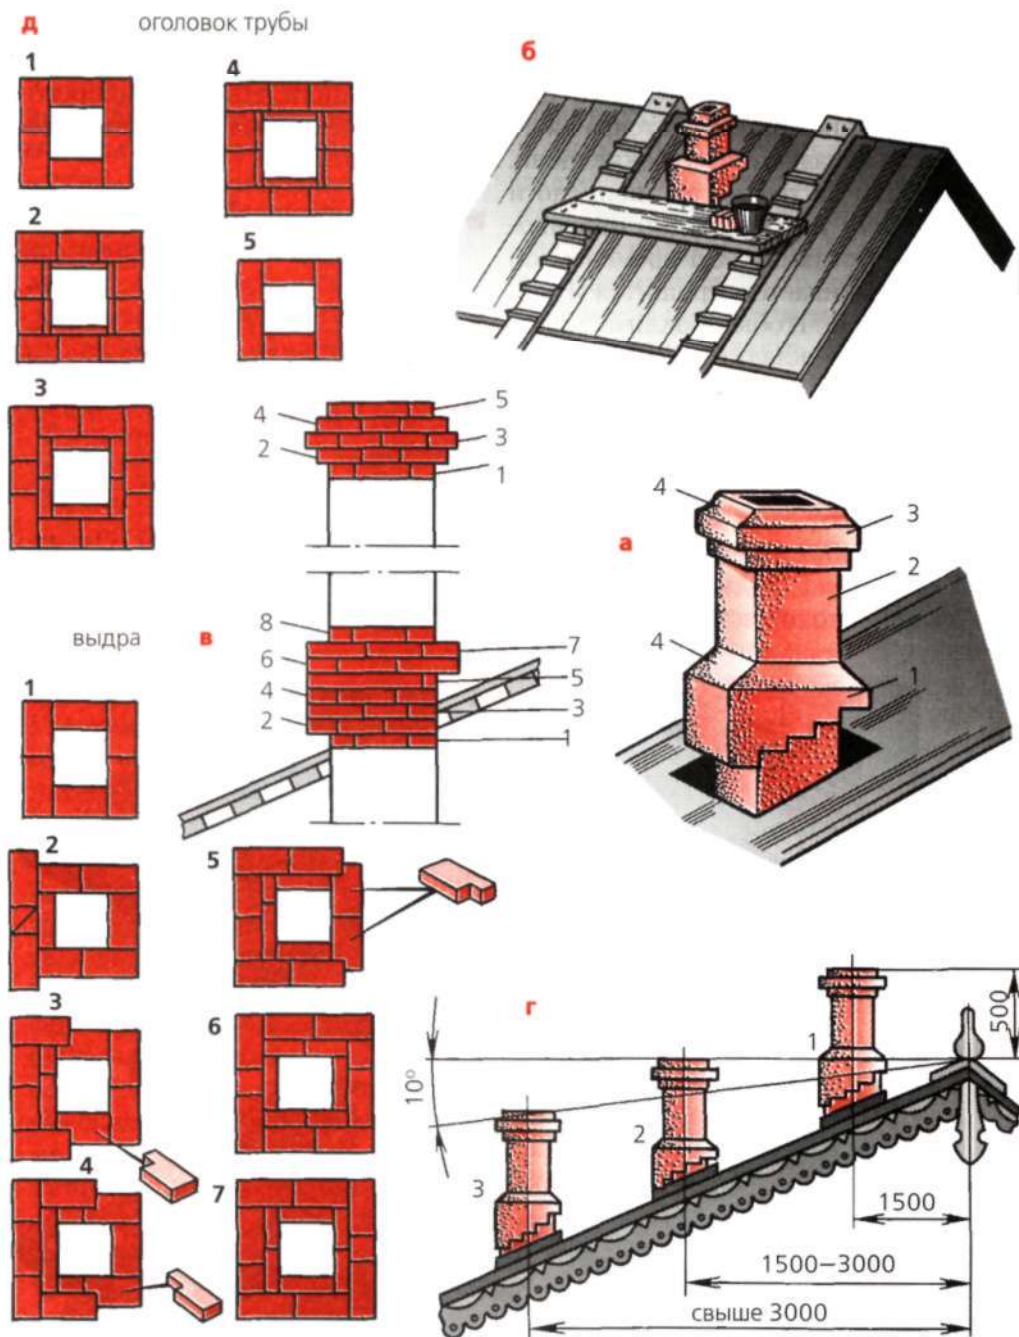

Рис. 30
От крыши до оголовка. С чердака печеклад перебирается на крышу, где предстоит класть самую сложную и ответственную часть трубы (рис. 30). Она состоит из ступенчатой распушки, или выдры (рис. 30, а1), головки (рис. 30, а2) и оголовка (рис. 30, а3). Чтобы удобно было класть трубу, на скате крыши располагают две стремянки — прочные широкие доски, на которые прибивают короткие поперечные планки. На стремянки опирается помост — щит, сколоченный из двух-трех досок. На помосте располагается печеклад вместе с запасом раствора, воды и кирпичей.
Кладку наружной части трубы начинают с выдры — ступенчатой распушки над кровлей, которая защищает стояк трубы от дождевой и талой воды (рис. 30, в). Выдра состоит из шести рядов кирпичей, края которых со всех сторон нависают над стояком. Два боковых напуска имеют ступенчатые нижние края, идущие вдоль ската кровли.
Первый ряд кладки, изображенный на чертежах-порядовках, относится к стояку (рис. 30, в). Во *втором ряду*, с которого начинается непосредственная кладка выдры, кирпичи, расположенные слева, должны нависать над стояком. Для этого используют продольные и поперечные половинки кирпича, а также трехчетверки. В *третьем ряду* вместе с другими уклады-
вают два кирпича, у которых кирпичкой осторожно вырубает небольшие прямоугольные уступы. Такие же кирпичи используют в *четвертом* и *пятом рядах*. *Шестой* и *седьмой ряды* завершают кладку выдры. Следующий за ними *восьмой ряд* состоит из шести кирпичей. С него начинается кладка головки трубы. Высота головки, а значит, и самой трубы зависит от того, на каком расстоянии от конька крыши она расположена (рис. 30, г). Если от трубы до конька по горизонтали не более полутора метра, то оголовок трубы должен быть на полметра выше конька (1). Оголовок (верх) трубы, находящийся от конька на расстоянии 1,5—3 метра, не должен быть ниже его уровня (2). Если от конька до трубы свыше 3-х метров, то оголовок не должен быть ниже воображаемой линии, проведенной от конька под углом 10° к горизонтали. Эти условия при кладке труб необходимо соблюдать, чтобы ветер не задувал в трубу, или, как говорят печники, не опрокидывал дым, ухудшая тягу в печи.
Построив трубу до необходимой высоты, на ее вершине выкладывают оголовок, состоящий из нескольких ступенчатых выступов (рис. 30, д). При кладке оголовка используют вставки из продольных половинок, а также тонкие пластинки кирпича.
чей, ветра, снега, дождей и мороза. Если она сложена на глиняно-песчаном растворе, то рано или поздно швы разрушаются, а на их месте образуются глубокие щели. Однако не только раствору, **но и** кирпичу так же трудно противостоять стихиям. Со временем он растрескивается, крошится и рассыпается. Чтобы продлить жизнь трубы, ее кладут на цементном растворе, а затем штукатурят таким же раствором. На верхних выступах оголовка и выдры кладут толстый слой раствора и разравнивают его мастерком так, чтобы образовались наклонные скаты (рис. 30, а4). К тому же сверху оголовков закрывают кол-